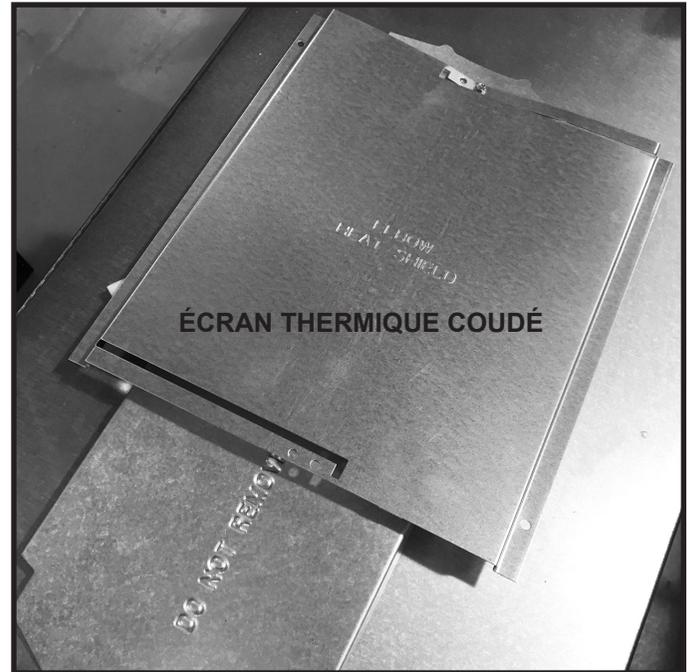

Figure 6.1 Écran thermique coudé (montré tel qu'expédié)
1. Retirez l'écran thermique coudé de sa position d'expédition en retirant les vis, comme montré à la figure 6.1.